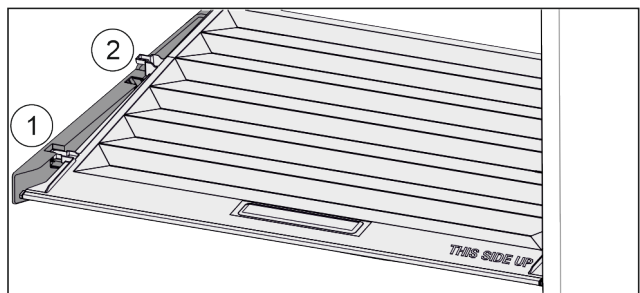

Fig. 137
- Deksel tot de opening in de vasthoud delen naar voren trekken Fig. 137 (1).
- Aan de achterkant vanaf de onderkant omhoog tillen en vanaf de bovenkant verwijderen Fig. 137 (2).